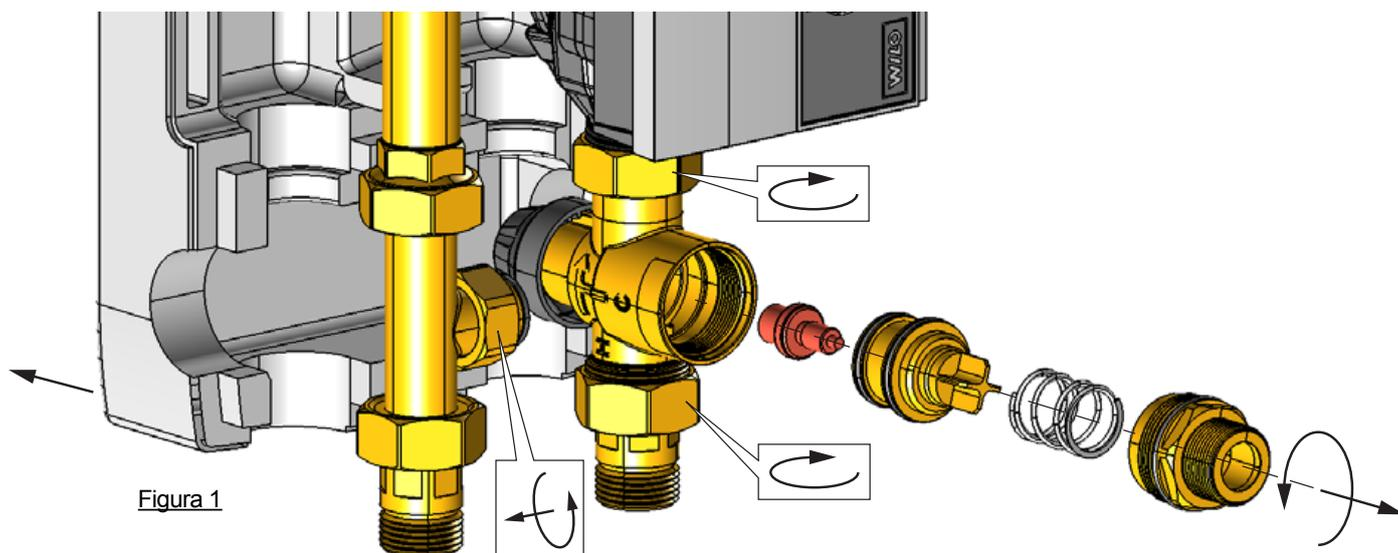

Figura 1
- (A) Valvola a sfera sul ramo di mandata (termometro con anello rosso).
- (B) Valvola a sfera sul ramo di ritorno (termometro con anello blu) con valvola di non ritorno.
ATTENZIONE: Il miscelatore termostatico (C) può essere smontato per manutenzione. Allentare le 3 calotte ed indietreggiare quella del ricircolo. Estrarre la guarnizione e fare ruotare il corpo del miscelatore in modo da accedere comodamente alla cartuccia. Svitare il manicotto filettato con esagono 33 mm con una chiave appropriata. Estrarre i componenti, pulire lubrificare e rimontare rispettando la sequenza della **Figura 1**. Avvitare il manicotto e ripristinare la coppia di serraggio a 40 Nm. Riposizionare il miscelatore sostituendo eventualmente le guarnizioni danneggiate. Bloccare le 3 calotte.